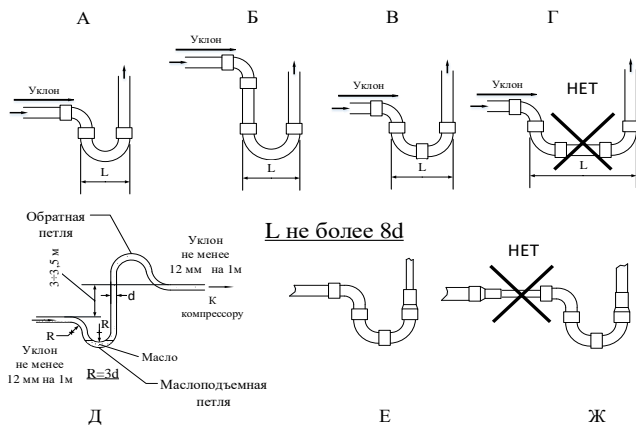

Рис.9.4. Требования к изготовлению участков труб с маслоподъемными петлями.
- необходимо применять заводские маслоподъемные петли или изготавливать их самостоятельно с радиусом указанным на рисунках 9.1 и 9.4. Недопустимо изготовление маслоподъемных петель из уголков как показано на рис.9.4 Г;